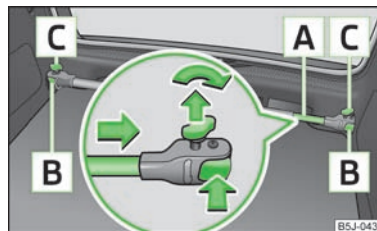

Fig. 51
- Aflojar los tornillos de seguridad [C] » fig. 51 y sacarlos un poco, para que se desbloqueen así las fijaciones [B].